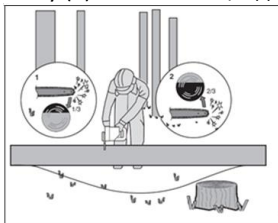

Рис. 5
Когда бревно имеет опору с обоих концов, как показано на рис. 5, отпилить 1/3 диаметра с верхней стороны (над козлами) (1). Затем сделать окончательный рез снизу (2) на нижние 2/3 диаметра, навстречу первому резу.